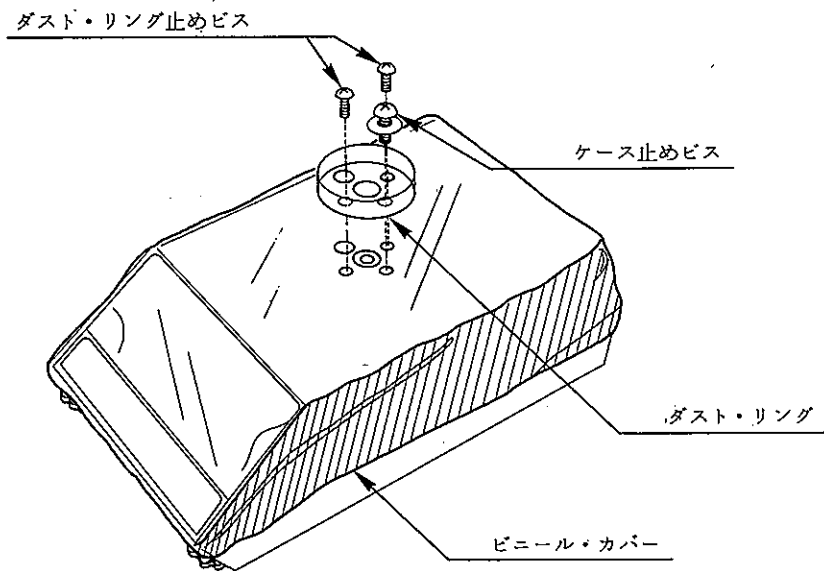

図2 ビニール・カバーの取り付け
*注2) 有機溶剤など天びんケースに影響を与えるものを計量する場合、付属のビニール・カバーをお使いください。(図2)